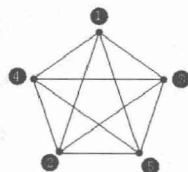

图1-5 绘制直线
(3) 单击“辅助绘图工具栏”中的“正交模式”按钮, 关闭“正交模式”，然后单击“绘图”工具栏中的“直线”按钮, 接着绘制出如图 1-5 所示的连接端点的直线，相关命令提示如下。
命令: _line 指定第一点: // 捕捉如图 1-5 所示的点 1
指定下一点或 [放弃 (U)]: // 捕捉如图 1-5 所示的点 2
指定下一点或 [放弃 (U)]: // 捕捉如图 1-5 所示的点 3
// 捕捉如图 1-5 所示的点 4
// 捕捉如图 1-5 所示的点 5
// 捕捉如图 1-5 所示的点 1